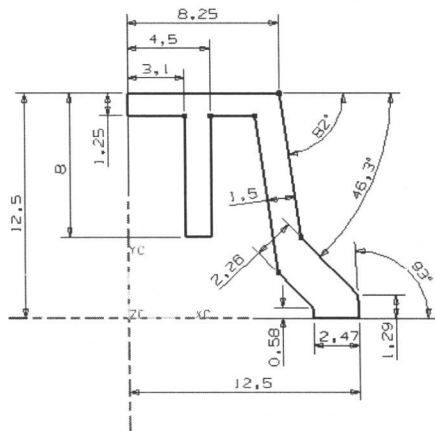

图2-3
2. 在【成形特征】工具条中单击【草图】按钮,弹出【基准平面】悬浮工具条,然后依次单击【ZC-XC】和【确定】按钮进入二维草图界面,绘制图 2-3 所示的草图轮廓。